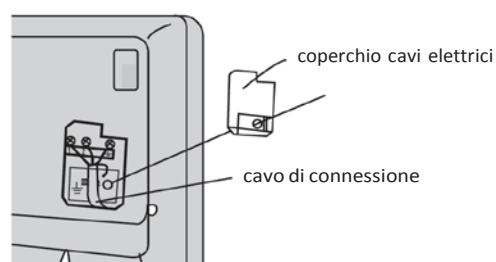

fig. 3
4. Collegare il cavo blu con l'attacco "N (1)", il nero al "2", il marrone al "3", ed il giallo-verde (messa a terra) come mostrato nella fig.3. Poi fissare il cavo con il morsetto.